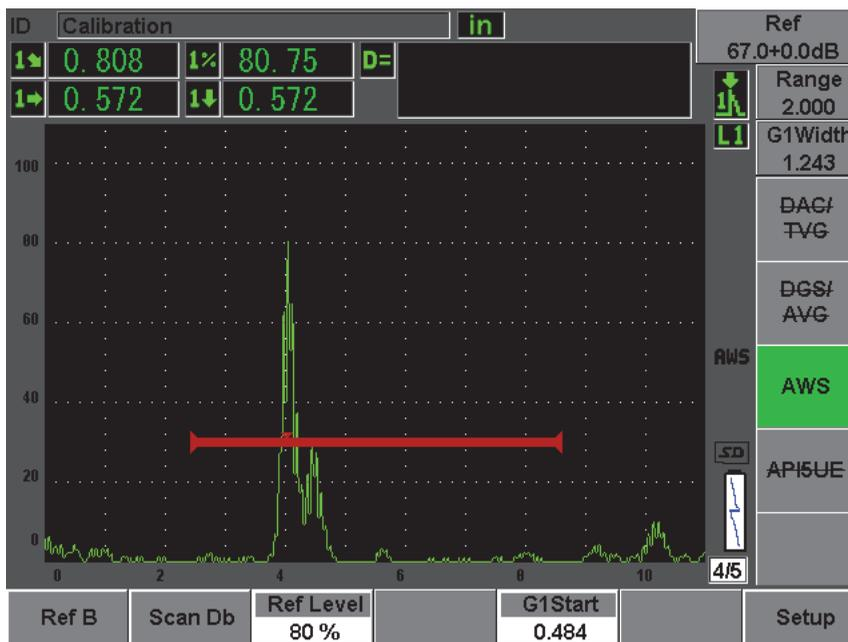

Figura 12-19 Valor Ref B antes de almacenarlo
3. Seleccione **AWS > Ref B** para almacenar el reflector en la puerta como el valor **Ref B** y, luego, seleccione **YES** para confirmarlo (véase la Figura 12-19 en la página 257).